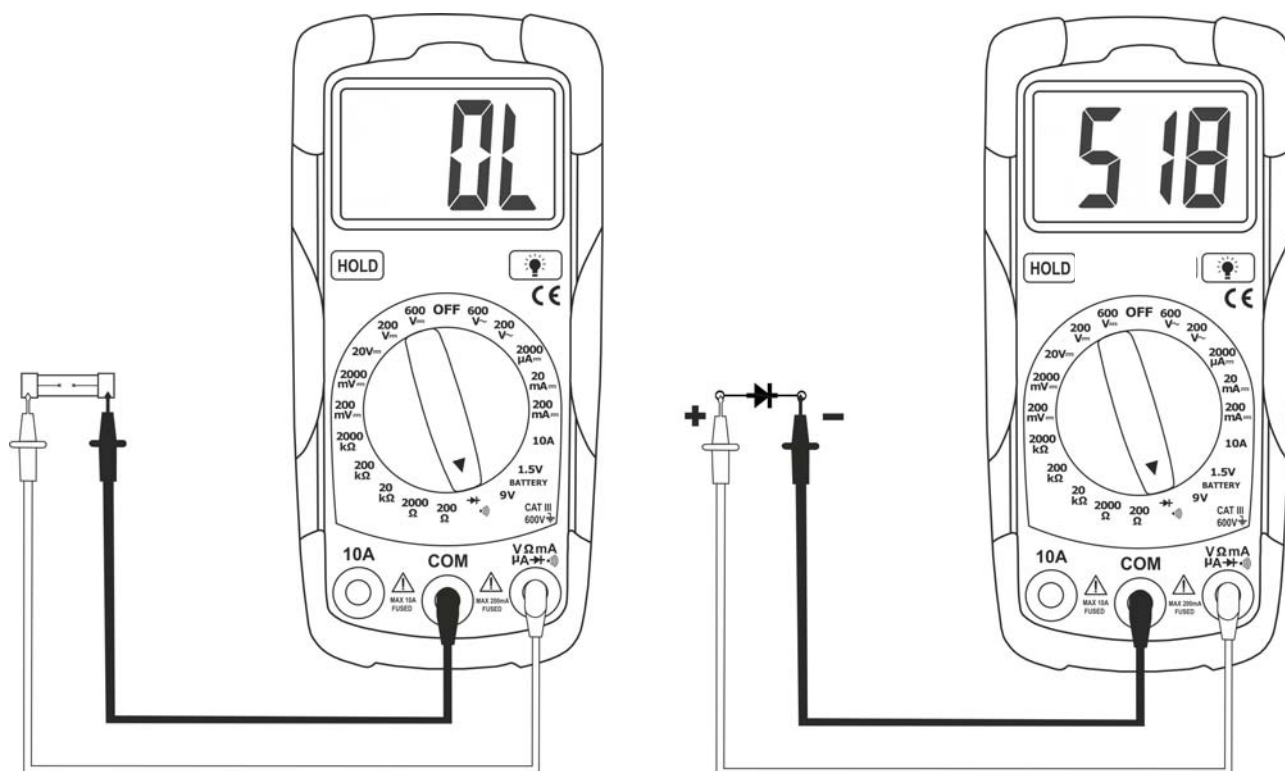

Fig. 6: Uso del instrumento en Prueba de Continuidad y en prueba de Diodos
3. Conecte las dos puntas de prueba en el circuito a medir (ver Fig. 6 – parte izquierda)
5. Conecte las dos puntas de prueba en el diodo a medir respetando la polaridad indicada (ver Fig. 6 – parte derecha). El valor de la tensión de umbral en polarización directa (expresado en **mV**) será visualizado
7. Si aparece el símbolo "**OL**" los terminales del diodo está invertidos respecto a la Fig. 6 o bien la unión P-N del diodo está dañada